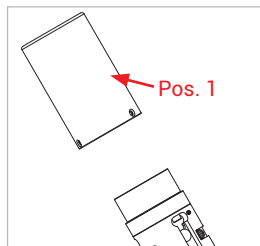

Abbildung 7
- ▶ Ziehen Sie die Stoßschutzhülse (Pos. 1) vorsichtig ab (Abbildung 7).